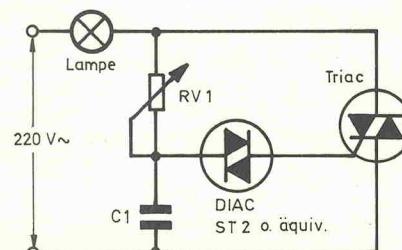

Bild 12. Prinzipschaltung einer einfachen Dimmerschaltung bei Verwendung einer Diac-Triggerdiode.
- Verwendung einer Diac-Triggerdiode und eines RC-Netzwerks, wie in der Prinzipschaltung Bild 12 dargestellt.
In der Schaltung Bild 12 gelangt daher ein mit dem Phasenschiebernetzwerk RV1-C1 verschobenes Abbild der Netzspannung an die Triggerdiode. Immer dann, wenn die an C1 stehende Spannung 35 V übersteigt, schaltet die Diode durch und liefert einen Triggerimpuls an das Gate des Triacs. Dieser geht in den Leitzustand und legt die Netzspannung an die Glühlampe. Gleichzeitig wird damit die Steuerspannung für das Phasenschiebernetzwerk kurzgeschlossen. Die mittlere, zur Lampe gelangende Leistung (integriert über eine vollständige Halbperiode) läßt sich daher mit RV1 von nahezu Null bis zum Maximum verstetzen.